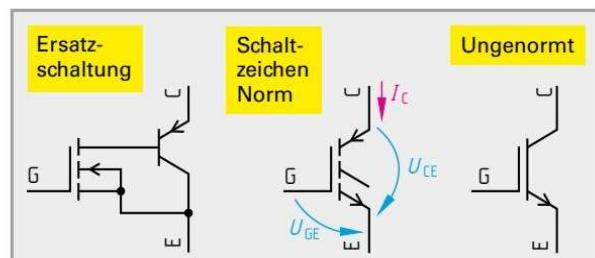

Bild 4: Ersatzschaltung und Schaltzeichen von IGBT
Insulated Gate Bipolar Transistor. In einem IGBT ist ein isoliertes Gate (IG) enthalten, zur Ansteuerung eines bipolaren Transistors (**Bild 4**). Die Anschlüsse heißen Gate G, Kollektor C und Emitter E. Die Steuerleistung ist wie beim FET. IGBTs werden für Sperrspannungen bis 6500 V, Bemessungsströme von 1400 A und Schaltfrequenzen von 500 kHz gefertigt.